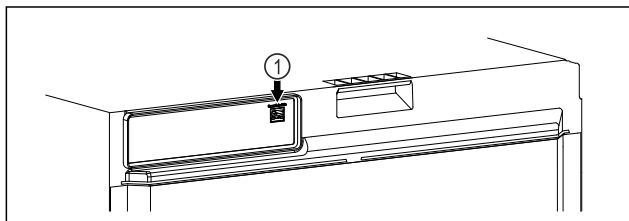

Fig. 105
- A SmartModule Fig. 105 (1) be van helyezve.